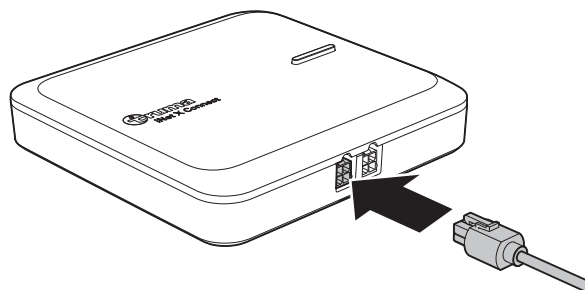

Figura 18
- Inserire l'altro connettore del cavo nel raccordo CAN1 del Connect (Figura 18).